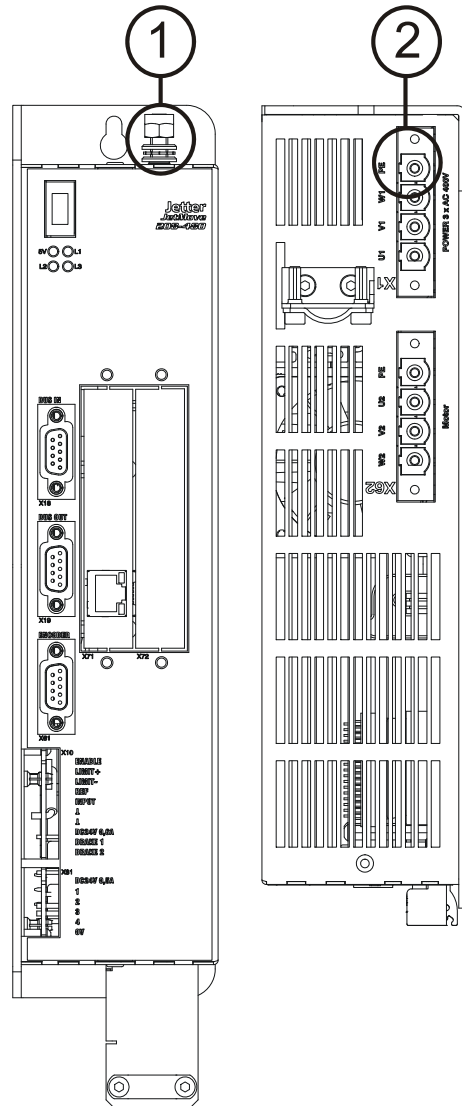

Abb. 1: Doppelte Erdung
- Schließen Sie den Schutzleiter am PE-Bolzen der Gehäuseoberseite (1) und an der PE-Anschlussklemme X1 (2) an, vgl. hierzu Abb. 1).
- Den Erdanschluss an das Gehäuse anschließen. Dazu siehe Abb. 1 auf Seite 16.